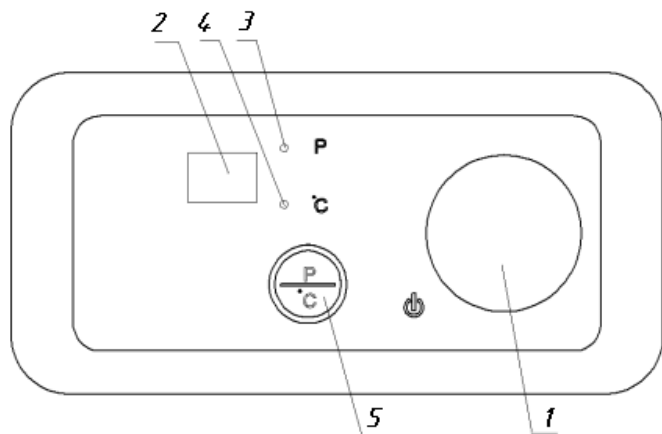

Рис.4
5.4 Панель управления конфоркой приведена на рис.4.